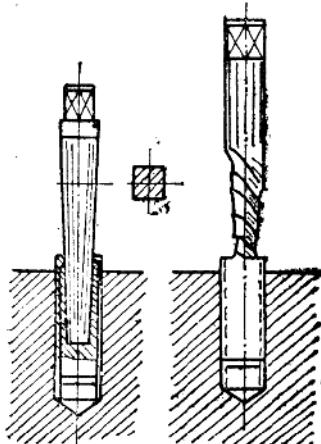

图1-2 取出断在螺孔内螺柱方法
- 5) 螺栓断在螺孔内时，可先在断螺栓上钻好一孔眼，用淬火的四棱锥形杆的尖端打入孔中，使锥形杆的四棱嵌入断螺栓内，将断螺栓旋出。如图1-2所示。